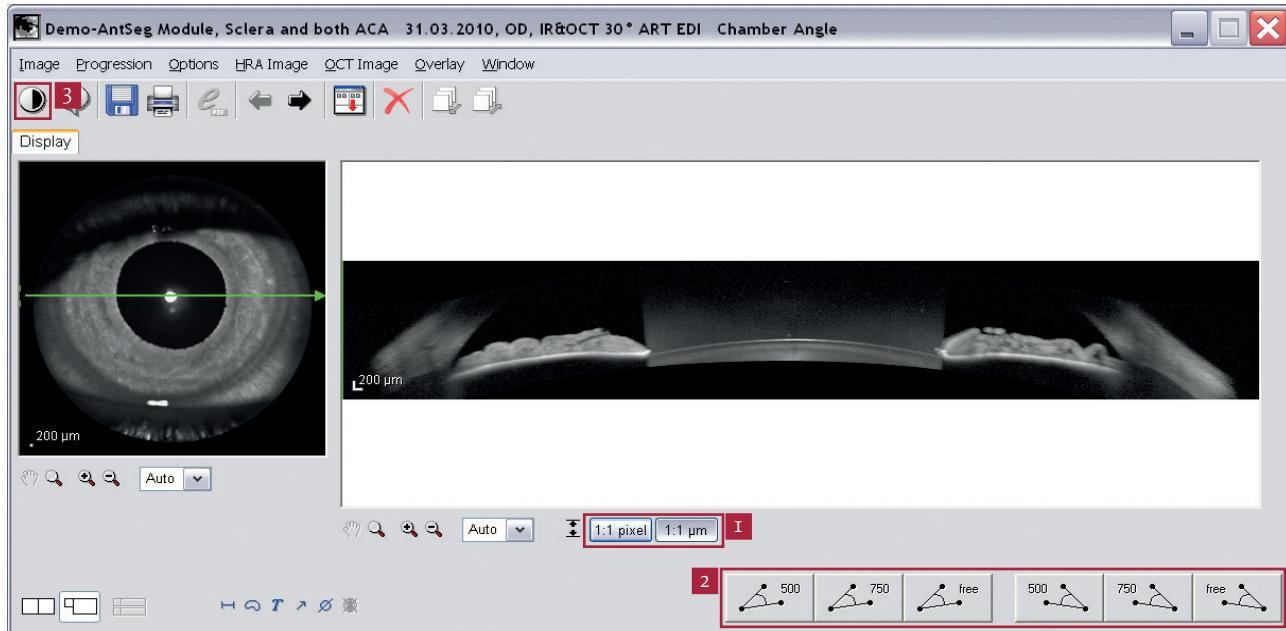

Abb. 5: Analysefenster Kammerwinkelauflnahme
- ✓ Auswahl der OCT-Scan-Ansicht 1:1 μm (Abb. 5 1). In der 1:1 Pixel Darstellung ist das Messwerkzeug nicht verfügbar.
- ✓ Für die Messung der AOD sind Messwerkzeuge im Abstand 500 μm und 750 μm vom Skleralsporn entfernt wählbar (Abb. 5 2).
Sind Skleralsporn und Kammerwinkel nicht eindeutig zu erkennen, kann es hilfreich sein, den Kontrast des OCT-Scans zu erhöhen (Abb. 5 3). Dadurch werden diese Strukturen besser erkennbar.
Sind Skleralsporn und Kammerwinkel nicht eindeutig zu erkennen, kann der Kontrast des OCT-Scans erhöht werden (Abb. 5 3). Dadurch werden diese Strukturen besser erkennbar.